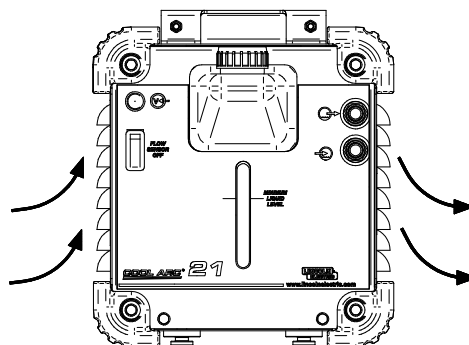

Figura 4.
9. Prese di ventilazione: consentono la circolazione dell'aria di raffreddamento (Figura 4).